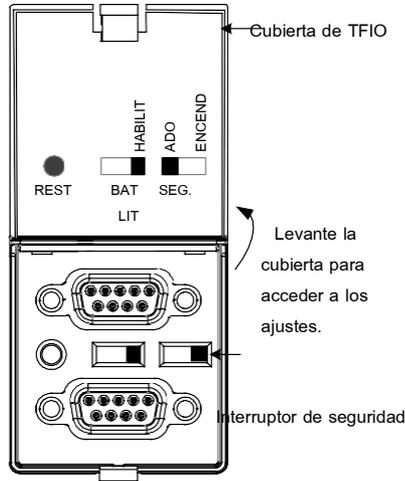

Figura 15: Interruptor de seguridad
1. Asegúrese de que el interruptor de seguridad esté apagado. El interruptor se ubica entre los conectores de TFIO A y TFIO B en el RMC (Figura 15).